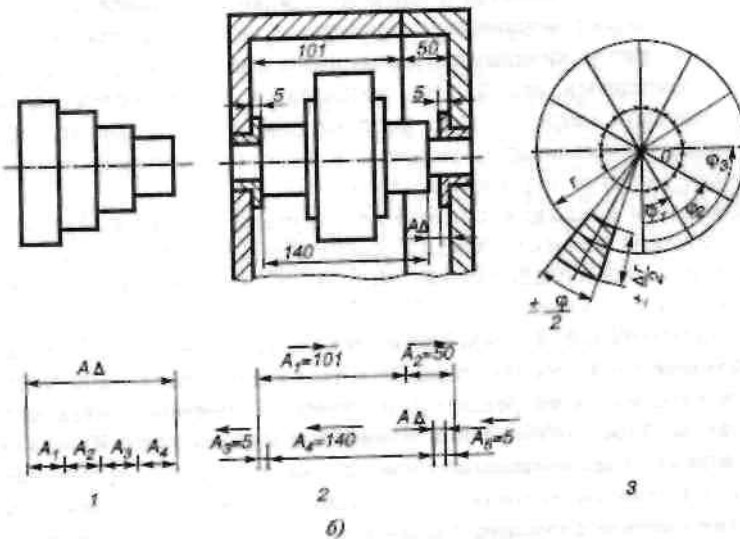

Рис. 2. Размерные цепи
**Задача.** Определить номинальные, предельные значения и допуск замыкающего размера  $A_{\Delta}$  (Рис. 2, б-2), если поле допуска увеличивающих размеров деталей  $H10$ , уменьшающих –  $h9$ .